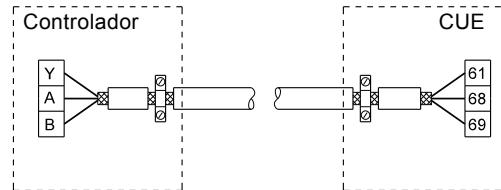
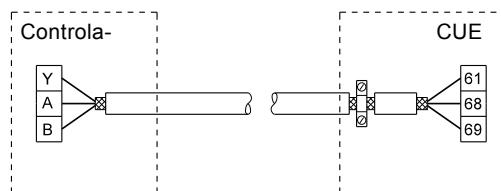

Fig. 28 Ejemplo de conexión de un cable de bus de 3 conductores con pantalla conectada en ambos extremos
Fig. 29 Ejemplo de conexión de un cable de bus de 3 conductores con pantalla conectado en el CUE (controlador sin abrazaderas para cables)
- Conectar la pantalla a tierra en ambos extremos tanto para cables de señal como para cables de motor. Ver fig. 28. Si el controlador no tiene abrazaderas para cables, conectar sólo la pantalla al CUE. Ver fig. 29.